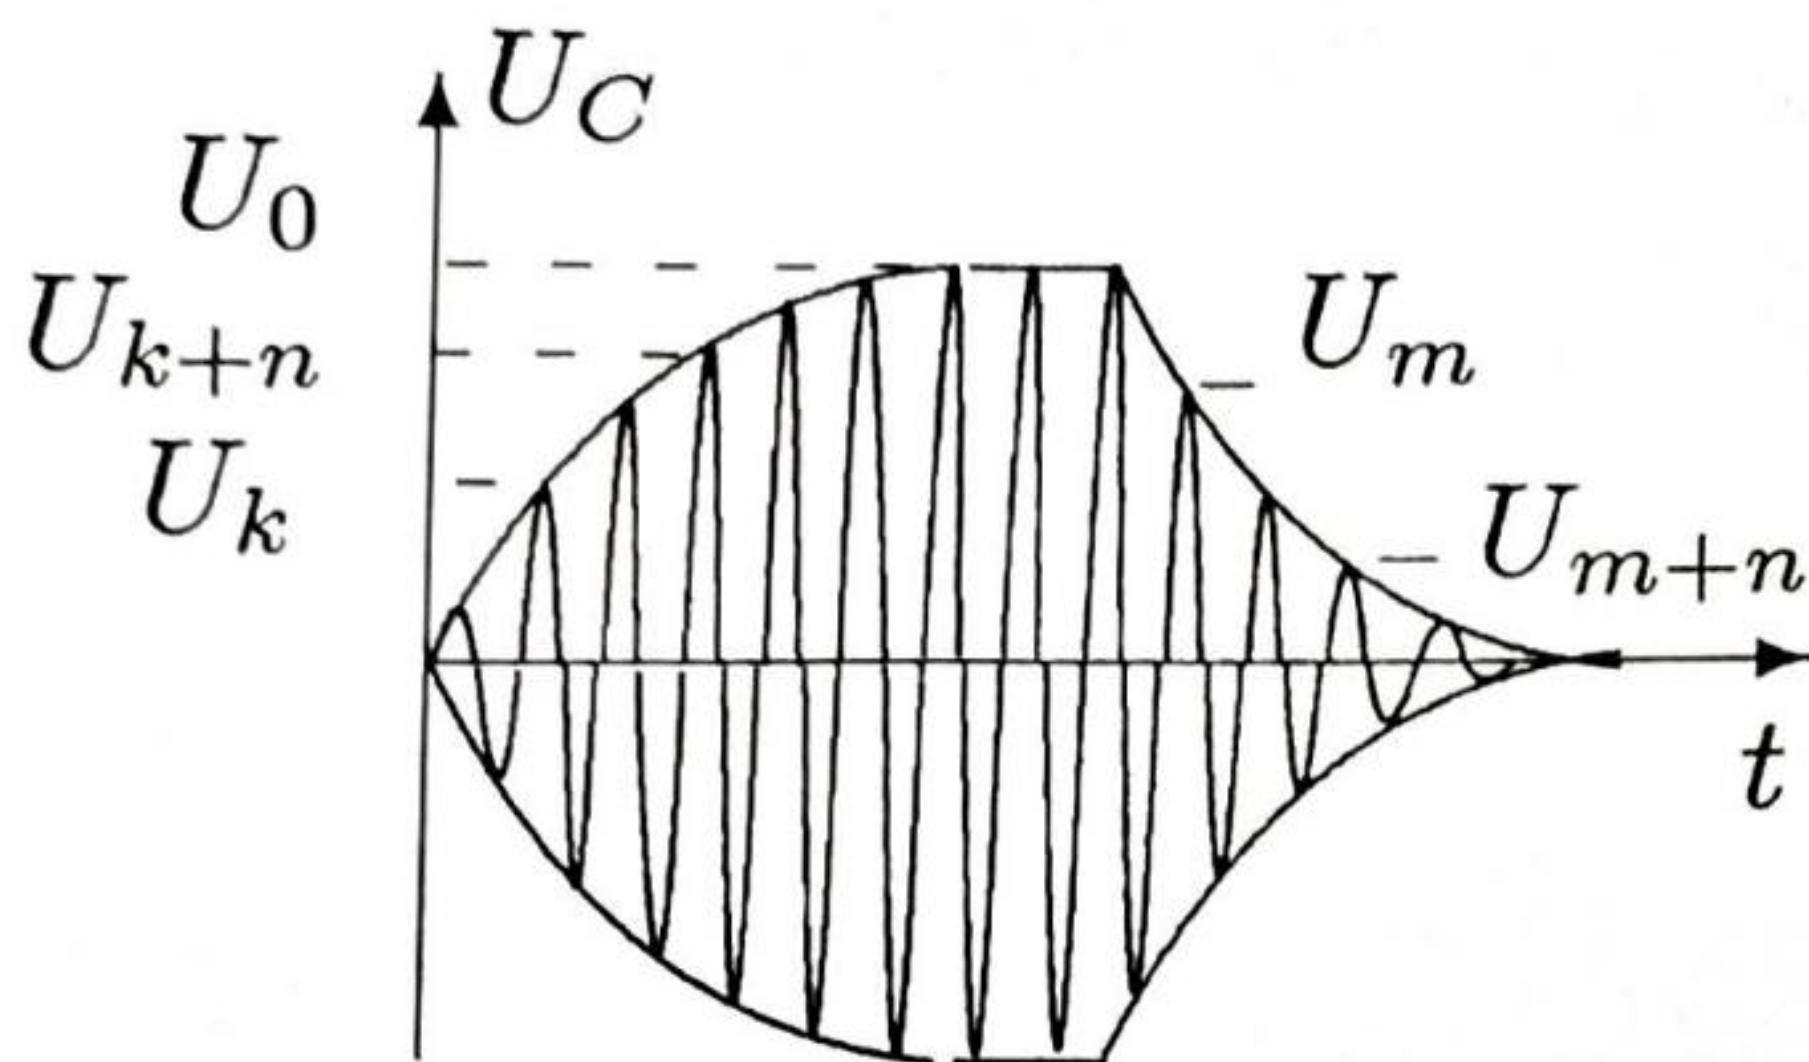

Рис. 2: Нарастание и затухание вынужденных колебаний
7. Для расчета добротности по скорости нарастания амплитуды измерьте амплитуды двух колебаний U_k и U_{k+n} , разделенных целым числом периодов n , и амплитуду установившихся колебаний U_0 (см. рис. 2). Расчет будет тем точнее, чем больше отличаются друг от друга все три амплитуды.
- $$\Theta = \frac{1}{n} \ln \frac{U_0 - U_k}{U_0 - U_{k+n}}. \quad (2)$$